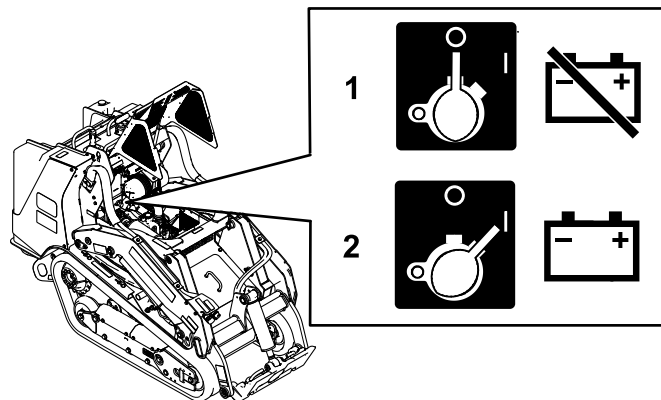

Figure 50
- Pour mettre la machine sous tension, tournez le coupe-batterie dans le sens horaire à la position SOUS TENSION (Figure 50).
- Pour mettre la machine hors tension, tournez le coupe-batterie dans le sens antihoraire à la position HORS TENSION (Figure 50).